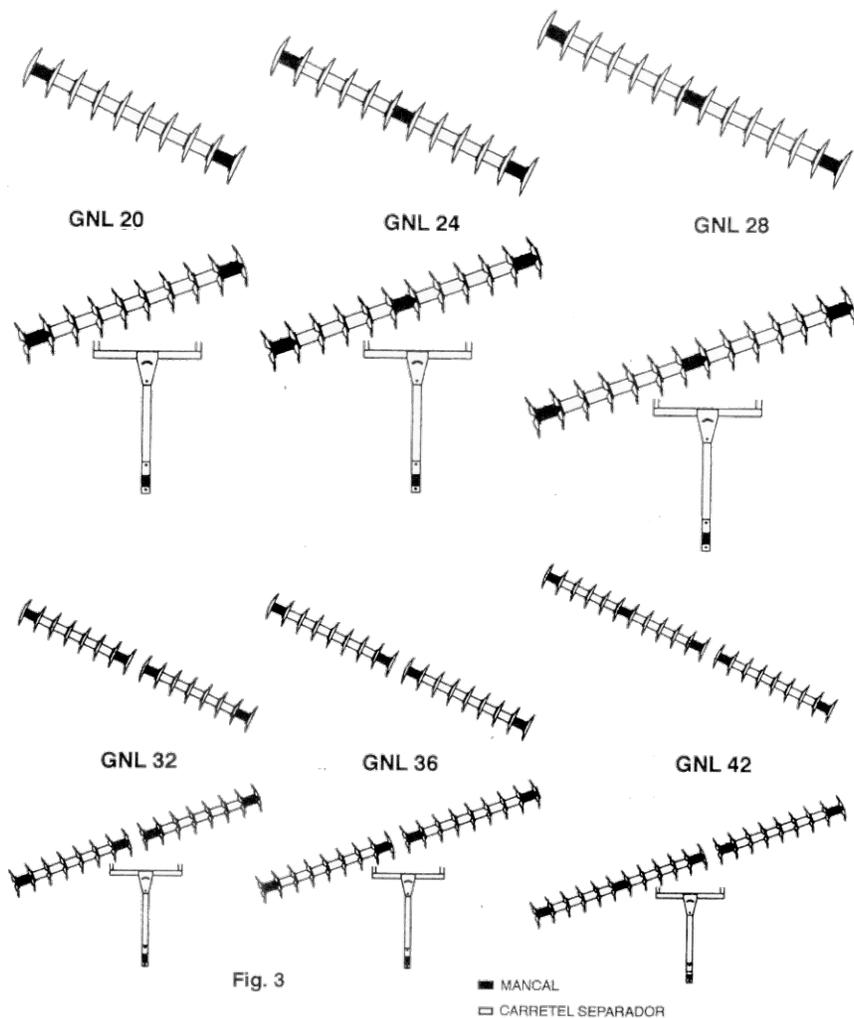

Fig. 3
- 2.6) Escolha o modelo mais adequado para seu trator e para o trabalho de sua necessidade, vide fig.3.
- 4.3) Comece a montagem pelo jogo de discos recortado da frente e depois pelo jogo de discos lisos trazeiros, conforme mostrado no desenho 604012AA. A quantidade de discos intermediários vai ser de acordo com o modelo de grade adquirida. Se a sua grade tem dois eixos dianteiros e dois trazeiros, prestar atenção para que não fique disco menor no centro da grade, portanto para o primeiro eixo comece com um disco pequeno e termine com um disco grande. Para o segundo eixo comece com um disco grande e termine com um disco pequeno, completando assim o conjunto de dois eixos dianteiros com discos menores nas extremidades, vide Fig.3.